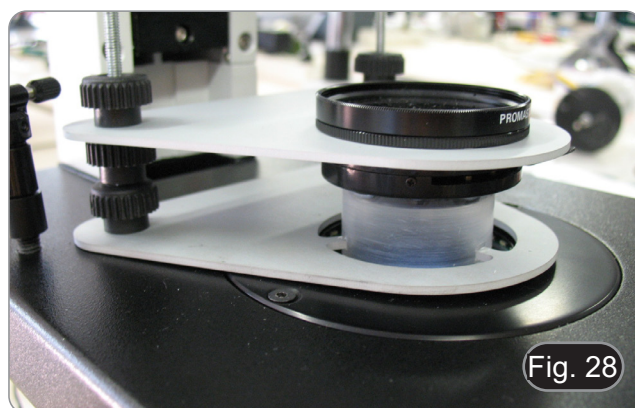

Fig. 28
3. Empilhar ST-202 e fixá-lo com outro espaçador. (Fig. 28)